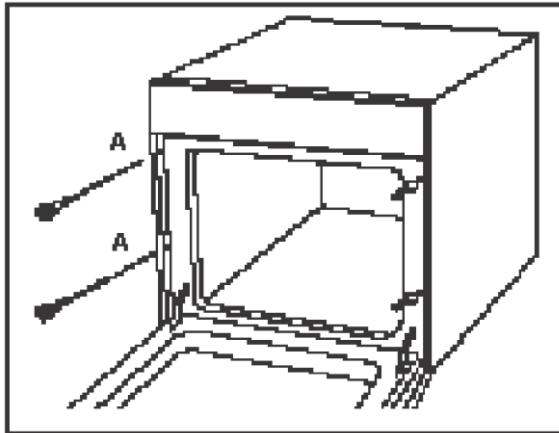

Рис. 4
4.3.2. Откройте дверцу и прикрепите духовку к кухонному шкафчику четырьмя болтами, подходящими к отверстиям с обеих сторон рамки духовки (A). (см. рис.4)